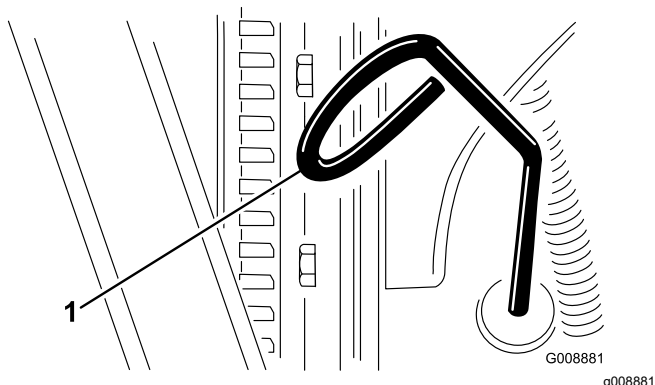

Figura 72
3. Retire la varilla (Figura 72) y límpiela con un paño limpio.